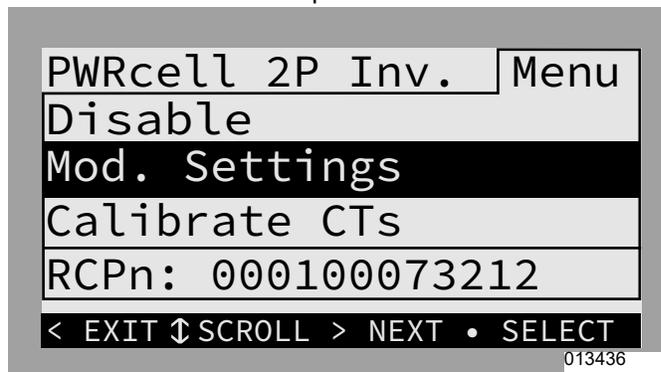
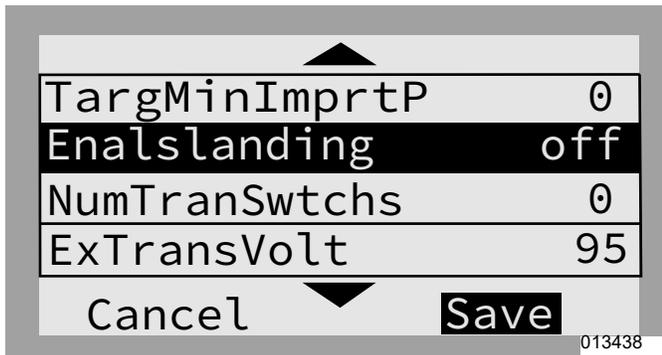

Figure 7-15. Système PV seulement (1 de 2)
Figure 7-16. Système PV seulement (2 de 2)
- Voir Figure 7-15 et Figure 7-16. Paramètre Mod. Settings (Modifier paramètres) de l'inverseur :